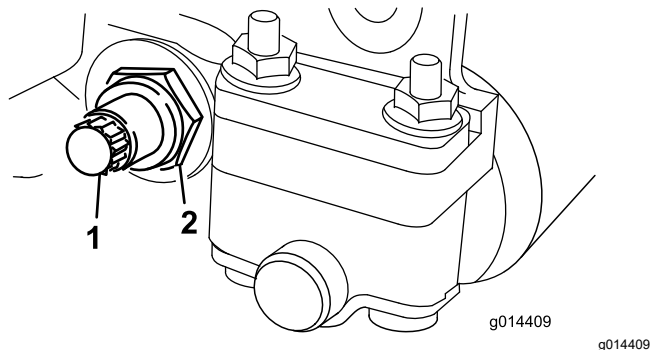

Bild 14
3. Lösen Sie an jeder Seite der Maschine die Sicherungsmutter, mit der die Schraube des Untermesserträgers befestigt ist (Bild 14).
4. Nehmen Sie jede Schraube des Untermesserträgers ab, damit der Untermesserträger nach unten gezogen und von der Schneideinheit entfernt werden kann (Bild 14).